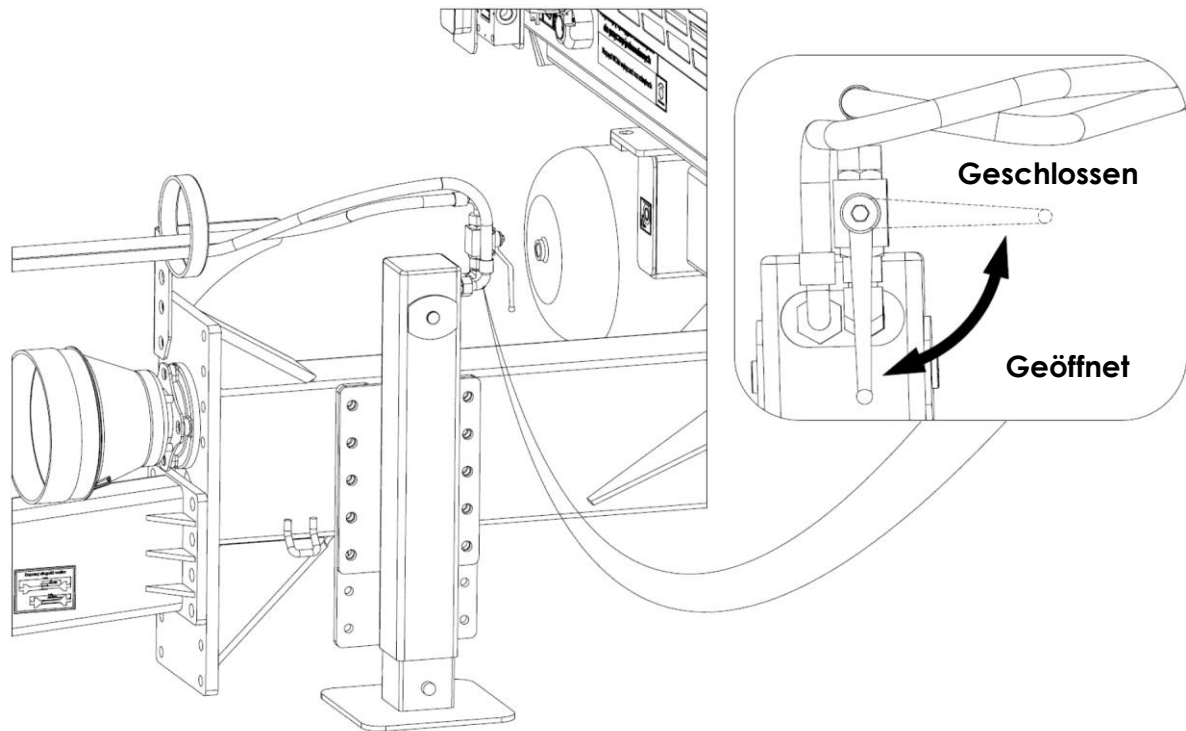

Abbildung 20. Hydraulikventil zur Steuerung (Absperrung) des Hydraulikfußes
- 7) Schließen Sie das Sperrventil des Stützfußes (Abbildung 20). Wenn der Schlepper über zu wenig Hydraulikanschlüsse für das Anschließen anderer Hydrauliksysteme verfügt, können die Hydraulikleitungen des Stützfußes für die Zeit des Fahrens und Betriebs getrennt werden. Beim Trennen der Hydraulikleitungen ist darauf zu achten, dass der Druck in den Leitungen reduziert wird.